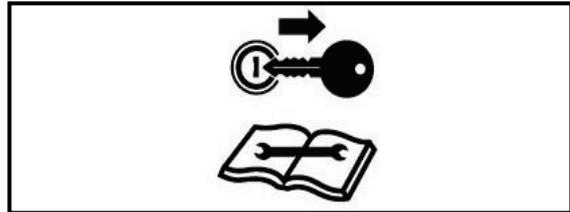

Fig. 24 Apagar la máquina, quitar la llave de contacto y realizar los trabajos únicamente según las instrucciones
- Apague el motor del tractor y extraiga la llave de contacto antes de la realización de trabajos de mantenimiento (Fig. 24).